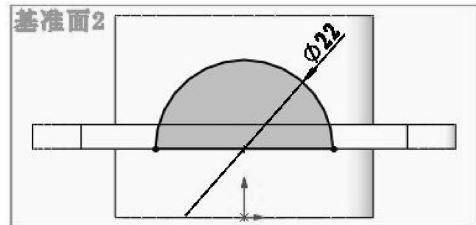

图 3-107 绘制草图
- 单击 **【拉伸凸台/基体】** 按钮 ，选择新基准面 2 作为草图平面，进入草绘环境中，绘制如图 3-107 所示的草图曲线。